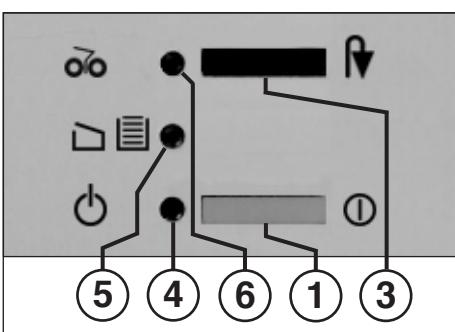

Fig. 1
Se il contenitore di raccolta è pieno, la macchina si spegne. La spia di controllo „Contenitore colmo“ / „Portello aperto“ (5) (fig. 1) lampeggia. Contemporaneamente, a dimostrazione che la taglierina è ferma, lampeggia la spia di controllo „Inceppamento“ / „Stop“ (6).
- Infilare nella macchina il telaio scorrevole con il sacco di raccolta e chiudere lo sportello. La spia di controllo (5) (Fig. 1) si spegne.
- Premere brevemente il pulsante „Indietro“ / „Stop“ (3). La taglierina trincia ciò che rimane nel vano di alimentazione e si disattiva. La spia di controllo (6) si spegne. Si può ora proseguire con l'ulteriore trinciatura.
- La spia di controllo (6) (Fig. 1) si accende.